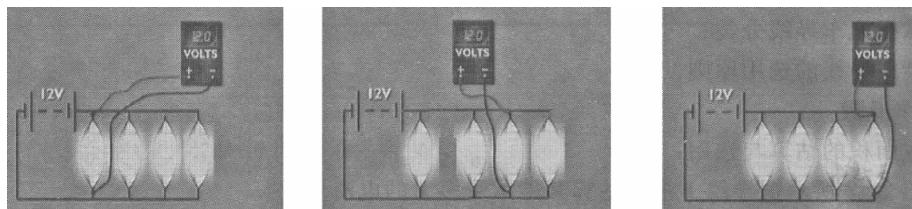

图 3-51 示宽灯电路的检测
(2) 示宽灯电路的检测, 如图 3-51 所示, 各灯电压的测量步骤如下:
- ① 将万用表调到直流电压 20 V 挡。
- ② 分别测量前示宽灯。
- ③ 分别测量后示宽灯。